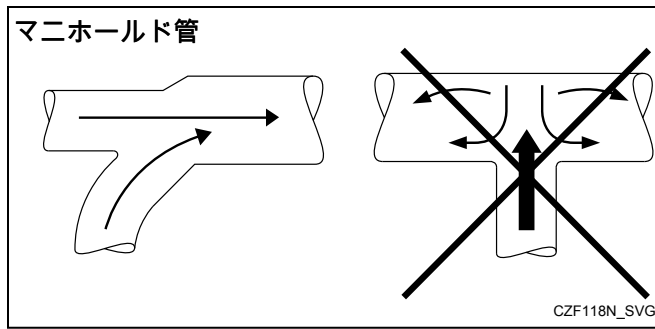

図 14
- マニホールド管は先を細くしなければなりません。図 14参照。個々のアイロナー管は気流方向に45°の角度でマニホールド管に挿入しなければなりません。
注意: アイロナー管を90°の角度で収集管に接続しないでください。図 14参照。これは過剰な背圧の原因となり、性能の低下をもたらします。マニホールド管への入口で2つのアイロナー排気管を直接向かい合わせで接続しないでください。